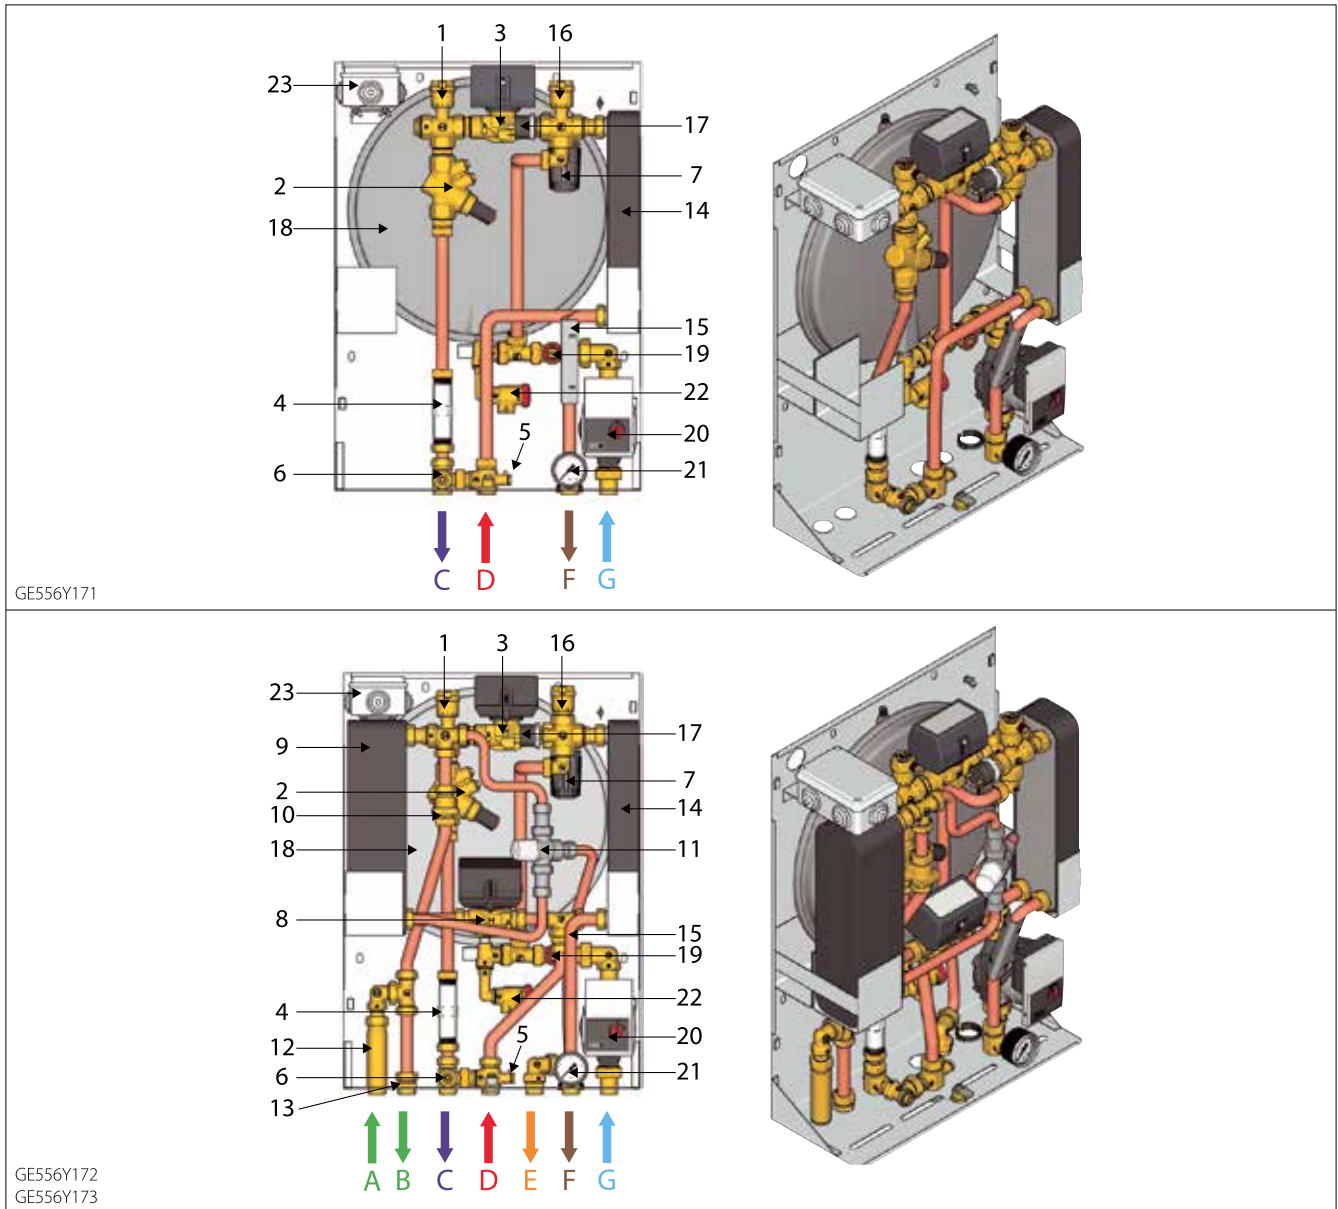

Рисунок 2. Конструкция.
- Прибор учёта тепловой энергии GE552 (соблюдайте правильное направление потока (рис. 5), датчик температуры прибора должен быть установлен в соответствующем месте (рис. 2 – 5)).
Подача холодной воды (рис. 2-А), выход холодной воды (рис. 2-В), выход горячей воды (рис. 2-Е). На месте трубки-проставки (рис. 2-12) может быть установлен прибор учета горячей воды. Термосмесительный клапан обеспечивает снижение температуры воды и поддержания температуры на заданном уровне.
Подача (рис. 2-Г) и обратка (рис. 2-Ф). Контур квартирного отопления состоит из теплообменника и циркуляционного насоса. Контур замкнутый и комплектуется расширительным баком, предохранительным клапаном и манометром. Предусмотрена система заполнения и подпитки контура.
Подача (рис. 2-Д) и обратка (рис. 2-С). Прибор учета тепловой энергии может быть установлен на месте трубки-проставки (рис. 2-4) датчик температуры устанавливается на линии подачи в соответствующее место (рис. 2-5). Для GE556Y171 первичный контур работает только для отопления. В первичном контуре установлены: клапан динамической балансировки, автоматический воздухоотводчик, теплообменник и двухходовой зональный клапан с сервоприводом, который регулирует мощность контура отопления. Для GE556Y172 – 173 первичный контур разделен на контур отопления (аналогичного описанному выше), и контур производства горячей воды. Контур ГВС работает параллельно и при включении подготовки горячей воды, контур отопления продолжает функционировать.